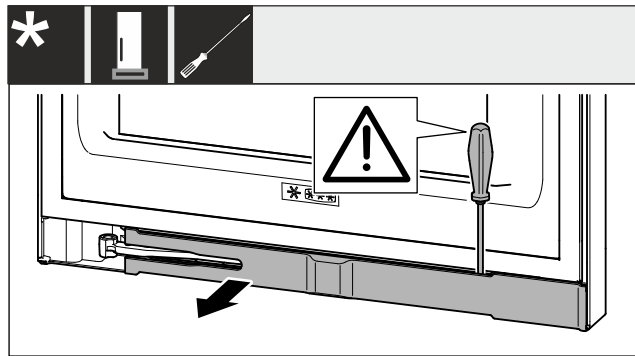

Fig. 3
- ▶ Haakige ilukate lapikruvikeerajaga lahti ja keerake küljele Fig. 3 ().